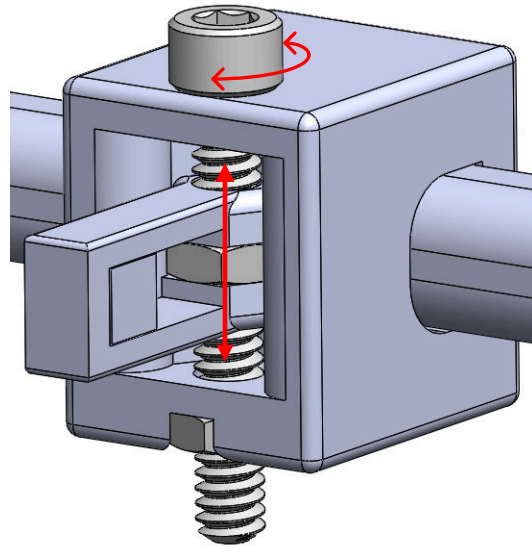

图 3-12. 垂直调节螺钉
- b. 可以通过转动螺钉来调节磁体的垂直位置，如图 3-12 所示。